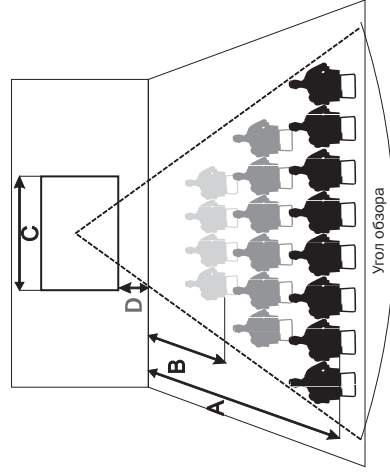

Рис. 3
- расстояние от экрана до первого ряда зрителей (В на рис. 3) должно быть не менее половины ширины экрана (С на рис. 3)
- расстояние от экрана до последнего ряда зрителей (А на рис. 3) не должно превышать шестикратную ширину экрана (С на рис. 3)
- если пол помещения горизонтальный, оптимальное расстояние от него до нижнего края экрана (D на рис. 3) должно составлять 1-1,5 м